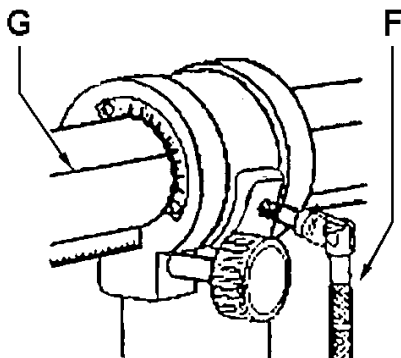

Fig 4
Débloquer le levier de serrage (F, Fig 4) et faire pivoter la graduation ainsi que la ligne de référence (G) dans la position souhaitée.